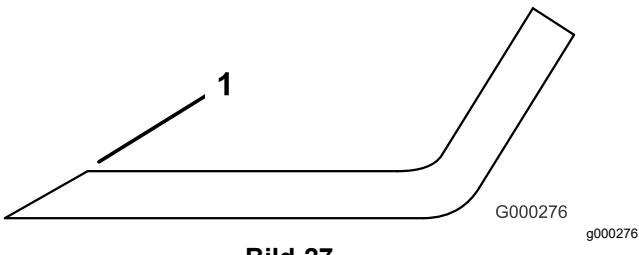

Bild 27
4. Prüfen Sie die Schnittkanten aller Messer und schärfen die Kanten, wenn sie stumpf sind oder Kerben haben (Bild 27).
**Hinweis:** Schärfen Sie nur die Oberseite der Schnittkante und behalten Sie den ursprünglichen Schnittwinkel bei, um die Schärfe des Messers zu gewährleisten (Bild 27). Das Schnittmesser bleibt ausgewuchtet, wenn von beiden Schnittkanten die gleiche Materialmenge entfernt wird.